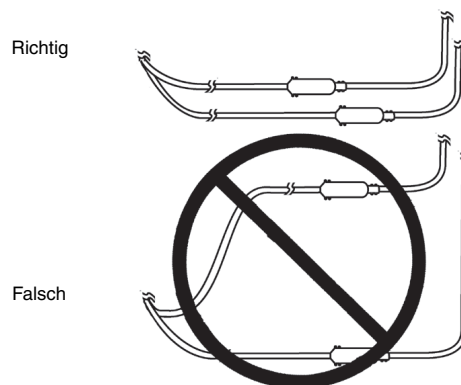

Abbildung 3. Führung von zwei Elektroden (oder zwei Verlängerungen)
- Bei der Implantation von zwei Elektroden müssen Elektroden und Verlängerungen so verlegt werden, dass die Fläche zwischen diesen minimal ist (Abbildung 3). Bilden die Elektroden und Verlängerungen eine Schleife, kann der Patient bei bestimmten elektromagnetischen Interferenzen (z. B. Diebstahldetektoren) eine kurzfristige Steigerung der Stimulation verspüren, die von manchen Patienten als unangenehm (Zuck- und Schlageffekte) beschrieben wurde.